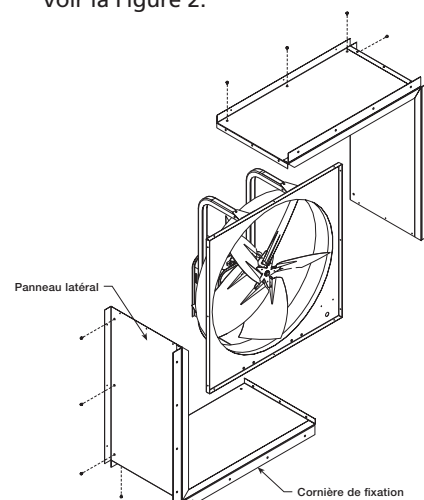

Figure 2 — Assemblage du manchon mural
- Attacher les (2) panneaux latéraux à l'aide des vis à tôle de 5/8 po fournies. Voir la Figure 2.